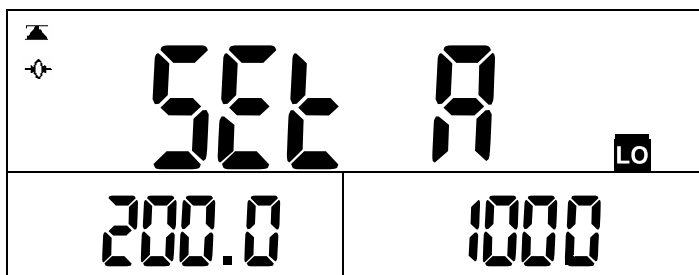

图 19
- ③按**警示预设**键或**确认**键，输入预设下限值（下限值只有在设有上限值时才有效）。(图 19)